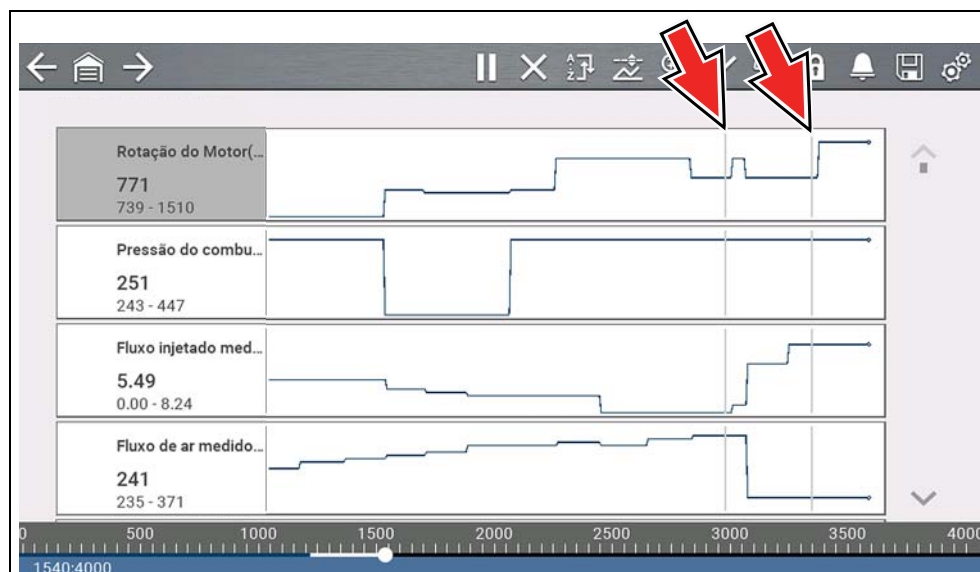

Figura 4-20
- A tela volta para os dados de exibição (Figura 4-20).
- Um cursor cinza vertical é exibido em todos os PIDs, indicando onde os dados foram pausados (Figura 4-20). Se a pausa ocorreu mais de uma vez, os cursores cinzas serão usados para cada vez.